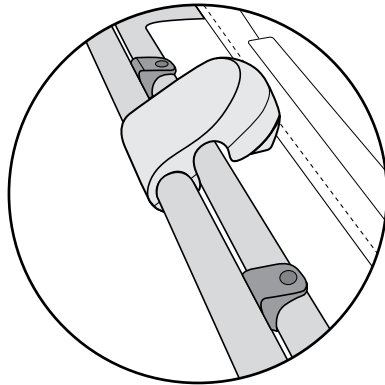

Figure 5
4. Alignez le cadre avant avec le cadre central de telle sorte que le tube de cadre avant repose sur les appuis en plastique de couleur noire (Figure 5).